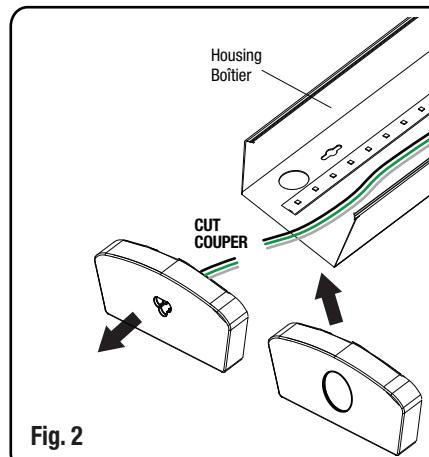

Fig. 2
#### **CONNECTION OPTIONS (Fig. 2)**
#### **OPTIONS DE CONNEXION (Fig. 2)**
3. Cut the wires from the outlet of the end cap (Fig. 2).
4. Assemble the end cap that contains the knockout (order separately) using screws (Fig. 2).
3. Couper le câblage connecté à la prise du couvercle d'extrémité (Fig. 2).
4. Assembler le couvercle d'extrémité contenant le knockout (à commander séparément) et le fixer avec les vis de montage (Fig. 2).